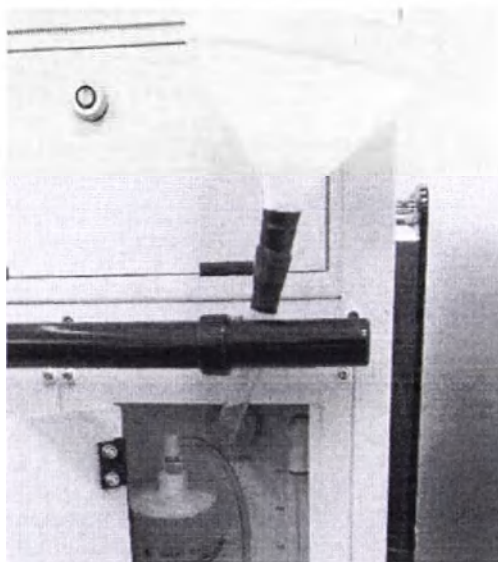

Рисунок 12: Положение воронки
- 3 Залейте дважды деионизированную воду в воронку, удерживая ее выше разъемов (см. Рисунок 12), пока внутренний резервуар не заполнится.